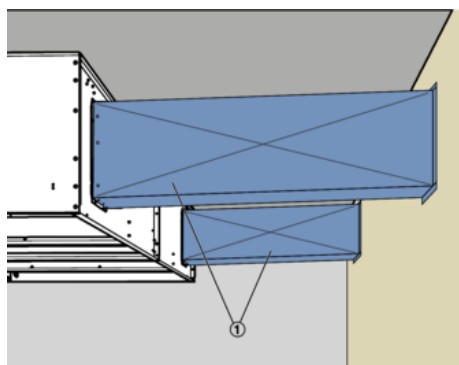

Abb. 30: Luftleitung an Zarge anschließen
8. ▶ Luftleitung (Abb. 30/1) zwischen Zarge und Wandöffnung herstellen. Dabei auf Dichtigkeit der Anschlüsse achten. Kondensatbildung muss durch geeignet Maßnahmen, z.B. Dämmung der Leitungen, verhindert werden.